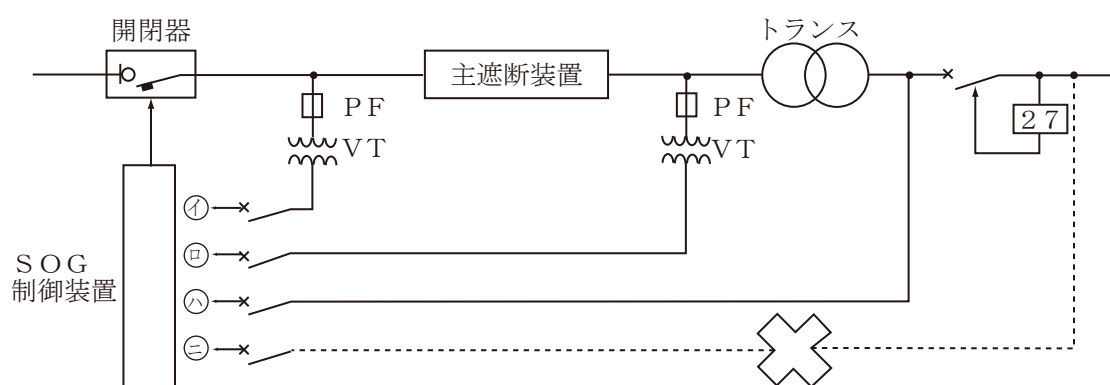

図2 制御電源のとり方
- ③制御電源のとり方は、図2において①のとり方を推奨します。